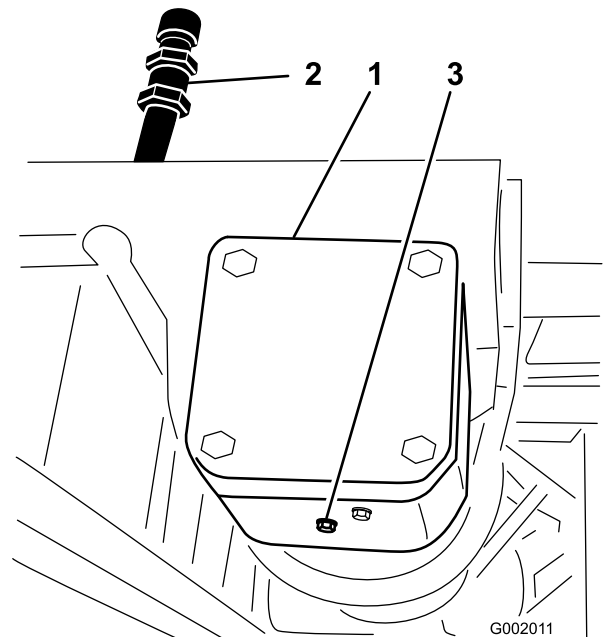

Bild 71
2. Stellen Sie eine Wanne unter die Ablassschraube am Pumpenantriebsgetriebekasten (Bild 71).
3. Nehmen Sie die Einfüll- und Ablassschraube (Bild 71) ab, damit das Öl in die Wanne ablaufen kann.